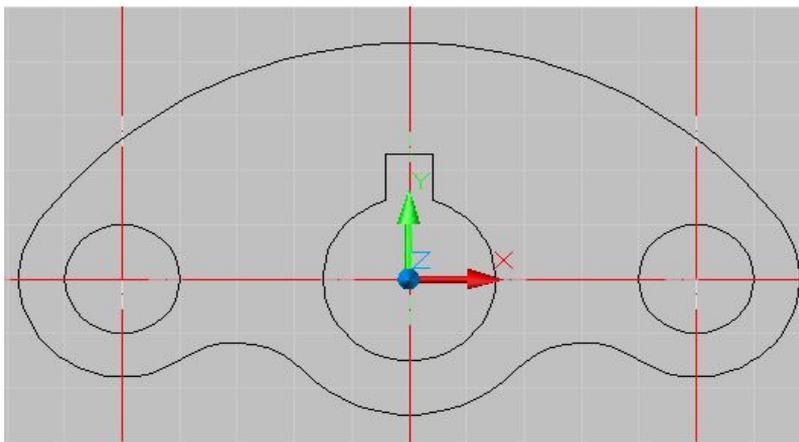

Рис. 8
11. Обрезаем лишние линии окружностей. Выбираем команду , выделяем границы, затем нажимаем **enter** и выделяем ту линию, которую надо удалить (см. рис. 8).